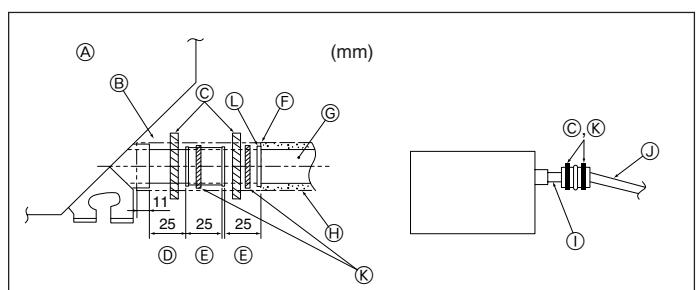

Fig. 3-5
- ⑦ Elevado
- ⑧ Retención de olores
- ⑨ O.D. ø32 TUBO PVC
- ⑩ Hágalo lo más ancho posible
- ⑪ Unidad interior
- ⑫ Haga la medida de la tubería ancha para la agrupación de tuberías
- ⑬ Pendiente de descenso de 1/100 o más
- ⑭ O.D. ø38 TUBO PVC para agrupación de tuberías. (9 mm o mayor aislamiento)
- ⑮ Hasta 85 cm
1. Conecte el tubo de desagüe (suministrado con la unidad) al orificio de desagüe. (Sujete el tubo con cinta aislante y asegure la conexión con una abrazadera.) (Fig. 3-5)
- ⑯ Unidad
- ⑰ Material aislante
- ⑱ Abrazadera (grande)
- ⑲ Puerto de drenaje (transparente)
- ⑳ Límite de colocación